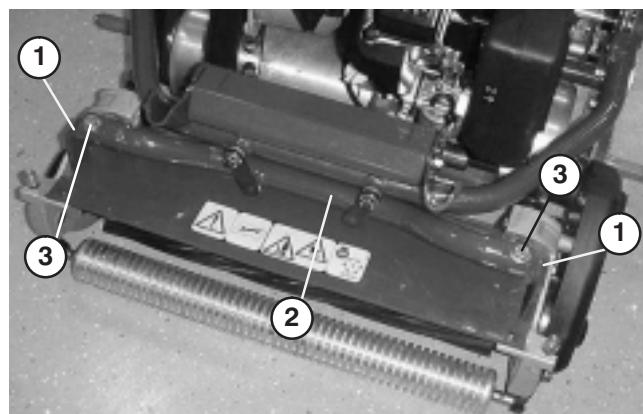

Bild 12
4. Nehmen Sie die (2) Kopfschrauben ab, mit denen die Schwenkarme des Schneidwerks am Chassisrohr der Zugmaschine befestigt sind (Bild 12).
5. Drehen Sie die Schwenkarme nach vorne (Bild 12) und stellen Sie die Zugmaschine auf dem gesicherten Ständer ab.